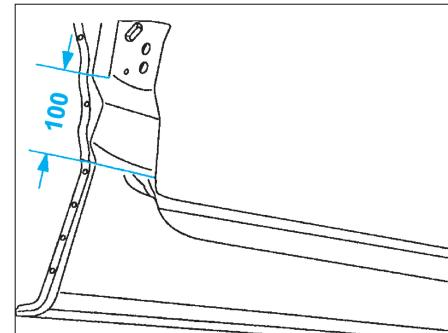

FIG. 90
- Tracer puis découper à l'aide d'une meule épaisseur 1 mm (coupe définitive) (Fig.90).